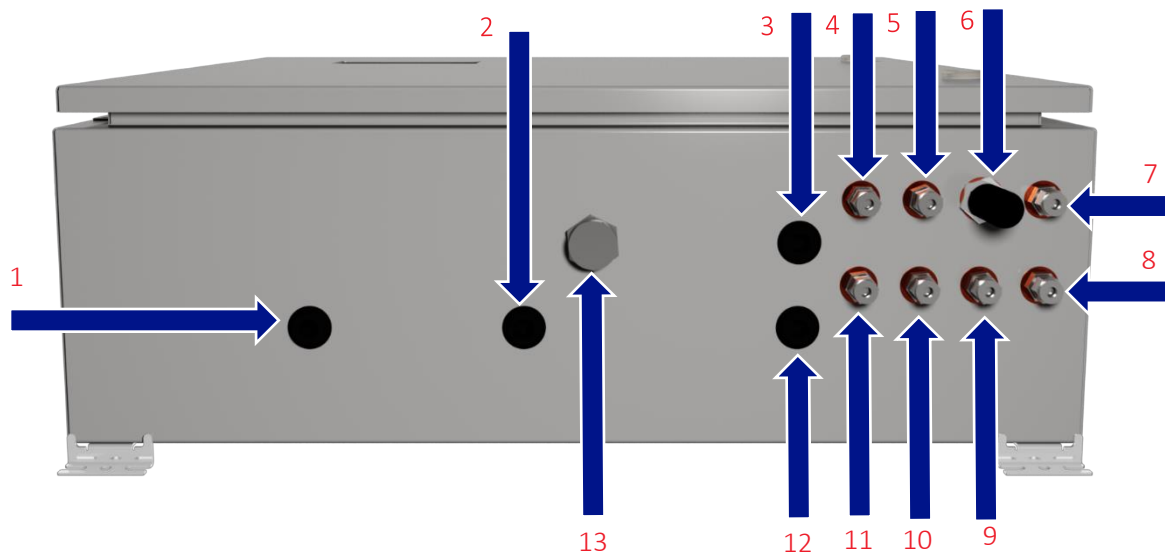

Figure 4 – Connexions client au BIOGAS 3000
- Raccords de compression – se trouvant sur les cloisons de la base du boîtier (voir les annotations 4, 5 et 7-11 de la Figure 4 – Raccords client au BIOGAS 3000)
Un point d'aération est installé sur le BIOGAS 3000 situé à la base du boîtier (voir repère 13 sur la Figure 4 – Connexions client au BIOGAS 3000 . Il incombe à l'utilisateur de s'assurer qu'il y a une libre circulation de l'air autour du boîtier.
Figure 4 – Connexions client au BIOGAS 3000 indique les points de connexion disponibles sur le BIOGAS 3000:
- Le tube d'échantillonnage doit être raccordé aux connecteurs de cloison étiquetés «ÉCHANTILLON DE GAZ 1», «ÉCHANTILLON DE GAZ 2», «ÉCHANTILLON DE GAZ 3» et «ÉCHANTILLON DE GAZ 4», le cas échéant – voir les repères 4, 5, 10 et 11 de la Figure 4 – Connexions client au BIOGAS 3000.
- La conduite d'évacuation des gaz doit être raccordée au connecteur de cloison étiqueté «RETOUR AU POINT DE PRÉLÈVEMENT» – voir le repère 7 Figure 4 – Connexions client au BIOGAS 3000.
Si l'air non contaminé ne peut pas être garanti à l'emplacement de l'analyseur, le filtre à particules doit être retiré et un tuyau doit être raccordé à sa place et se terminer à un point où de l'air non contaminé est présent. Le tube de prélèvement doit être raccordé au connecteur de cloison étiqueté «AIR IN» (Admission d'Air) – voir les repères 6 Figure 4 – Connexions client au BIOGAS 3000 .
- Le tube d'échantillonnage doit être raccordé au connecteur de cloison portant l'étiquette «VENT TO ATMOSPHERE» (Rejet dans l'Atmosphère) – voir le repère 9 Figure 4 – Connexions client au BIOGAS 3000 .
- La conduite de vidange doit être raccordée au connecteur de cloison étiqueté «DRAIN» – voir le repère 8 de la Figure 4 – Connexions client au BIOGAS 3000 .